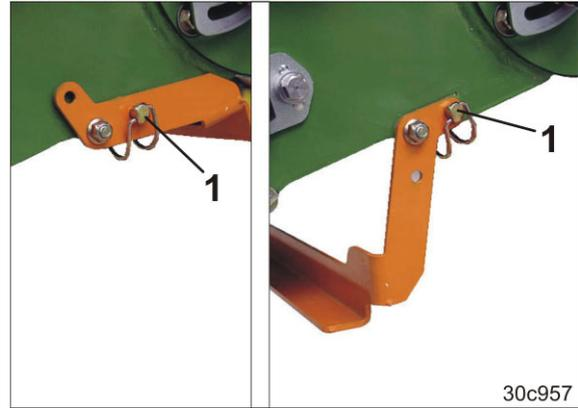

Fig. 256
3. Die Halterung abklappen und sichern [Klappstecker (Fig. 256/1)].